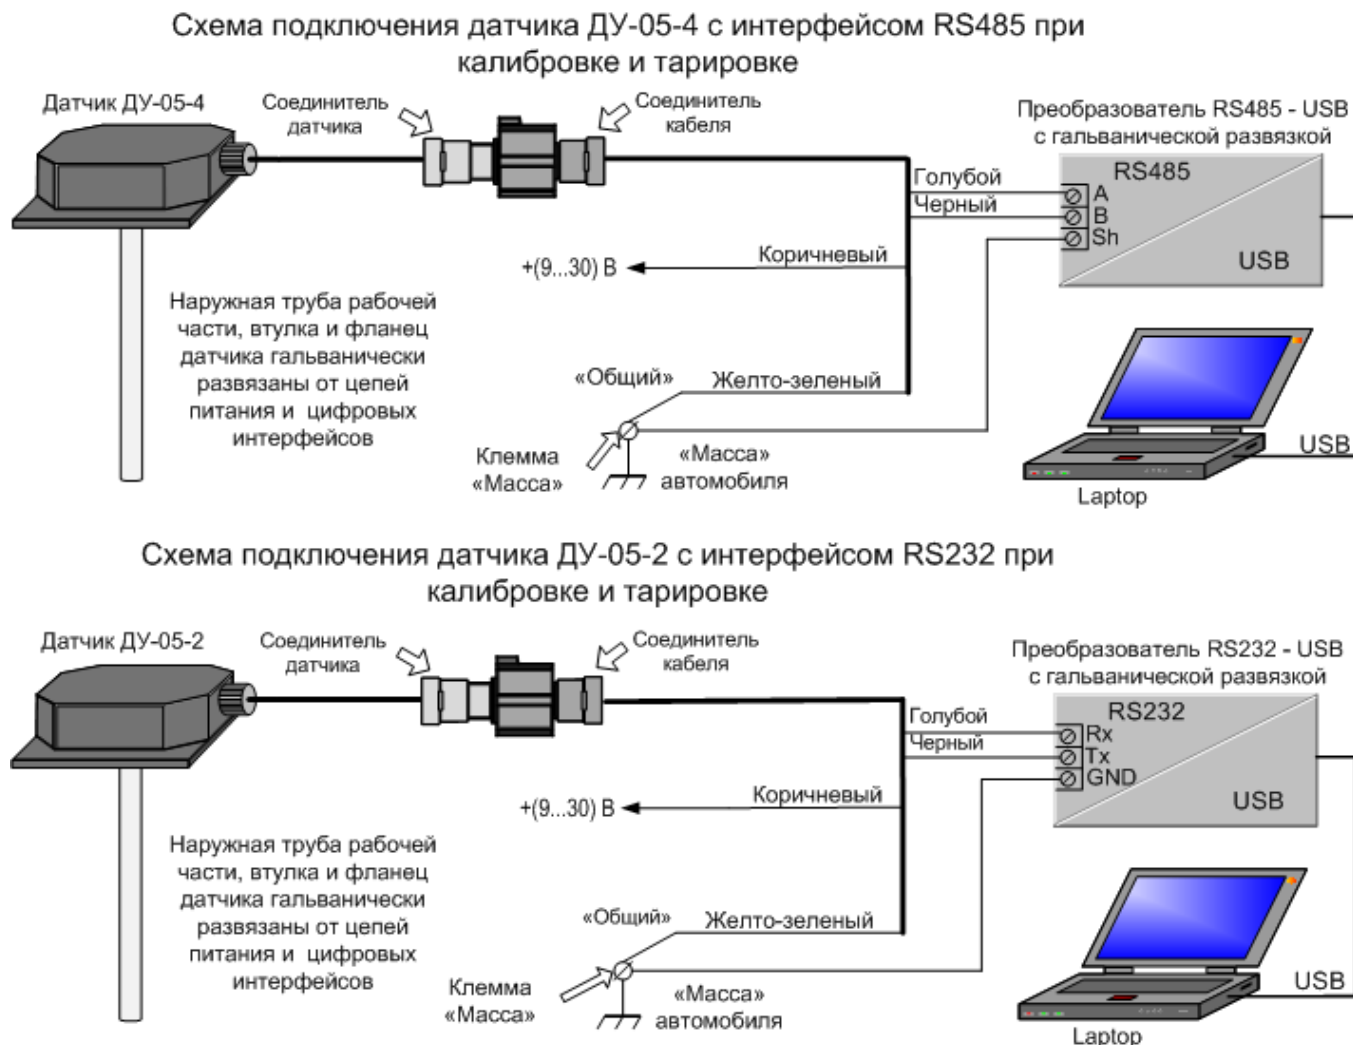

Рис. 2. Схемы подключения датчика ДУ-05 в режимах калибровки и тарировки
Схемы подключения датчика при калибровке, тарировке и штатной работе (при эксплуатации) приведены - на рис. 2 и 3 соответственно.
- клемма «минус» аккумуляторной батареи (при отсутствии на автомобиле общего выключателя массы) имеет надежный электрический контакт с клеммой «Масса» (см. рис. 2, 3);
- клемма «Масса» (см. рис. 2, 3), к которой будут подключаться цепи датчика и терминала, гарантированно соединена с минусовой цепью аккумуляторной батареи автомобиля или может быть подключена к ней через выключатель массы, отключающий аккумуляторную батарею от всех электропотребителей.
Соединение цепей «Общий» датчика, преобразователя напряжения, терминала (при штатной работе), цепи «Shield» или «GND» (при тарировке и калибровке) выполнить строго в одной точке — к винтовой клемме «Масса» (см. рис. 2, 3).
4.4.1.3 Подключить датчик в соответствии со схемой подключения, приведенной на рис. 2, 3 с использованием штатного кабеля из комплекта поставки. **Питание +(9...30)В на датчик не подавать!**